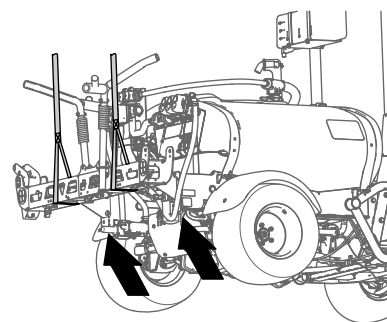

Figure 45
2. Soutenez la section de pulvérisation centrale avec un matériel de levage de la capacité spécifiée (Figure 45).